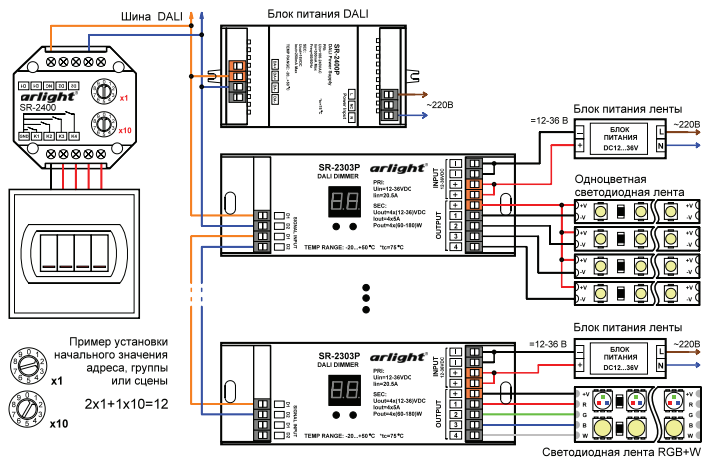

Рис.1. Подключение оборудования.
- 3.2. Подключите кнопочный выключатель с нормально разомкнутыми контактами к клеммам GND (общий провод всех кнопок) и K1, K2, K3, K4 (см.Рис.1).
На Рис.1 показан пример установки числа 12. При такой установке кнопка 1 будет управлять адресом, группой или сценой 12, кнопка 2 – 13, кнопка 3 – 14, кнопка 4 – 15. Максимально возможное количество адресов и устройств на одной шине DALI – 64. Максимально возможное количество групп или сцен на одной шине DALI – 16.